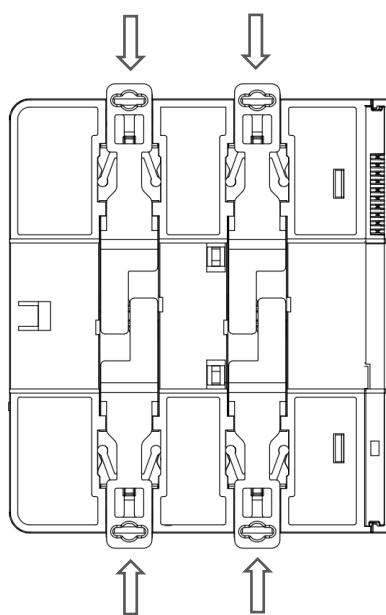
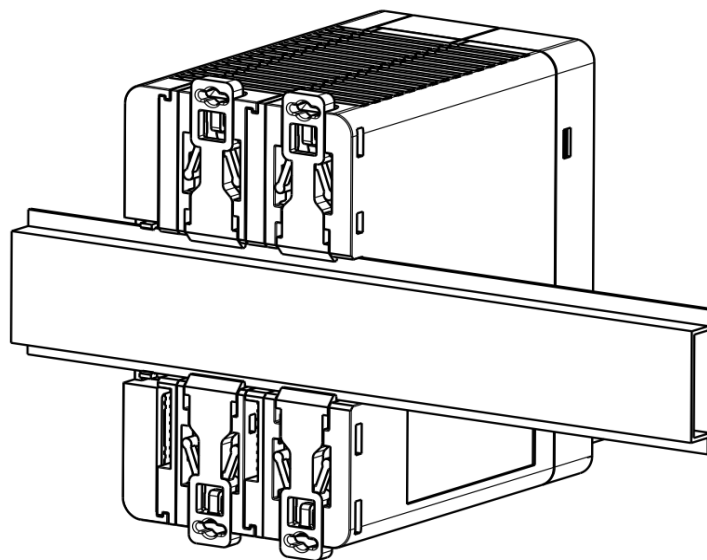

图 3-5 导轨卡扣向内侧推动
图 3-6 导轨卡扣固定后效果
(3) 将其沿着安装槽的上沿水平扣入导轨上沿，然后用力按压，确保产品紧嵌在 DIN35 导轨上，且没有歪斜现象；如图 3-5，然后将控制器底部两侧的导轨卡扣向内侧推动，使之与导轨紧密配合以确保锁紧，固定后效果如图 3-6；